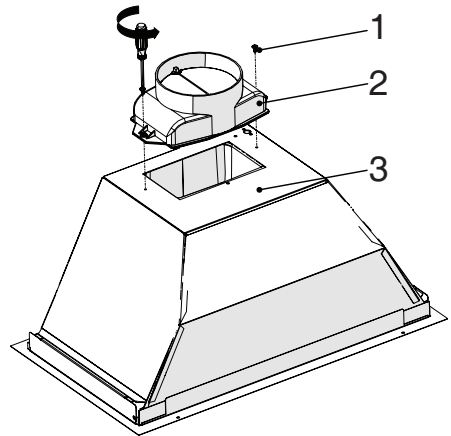

Fig. 3
- Fije la chimenea de plástico contenida en el paquete al cuerpo del aparato mediante 2 tornillos de 3,5 x 9,5. No rozar contra la superficie. (Fig. 3)